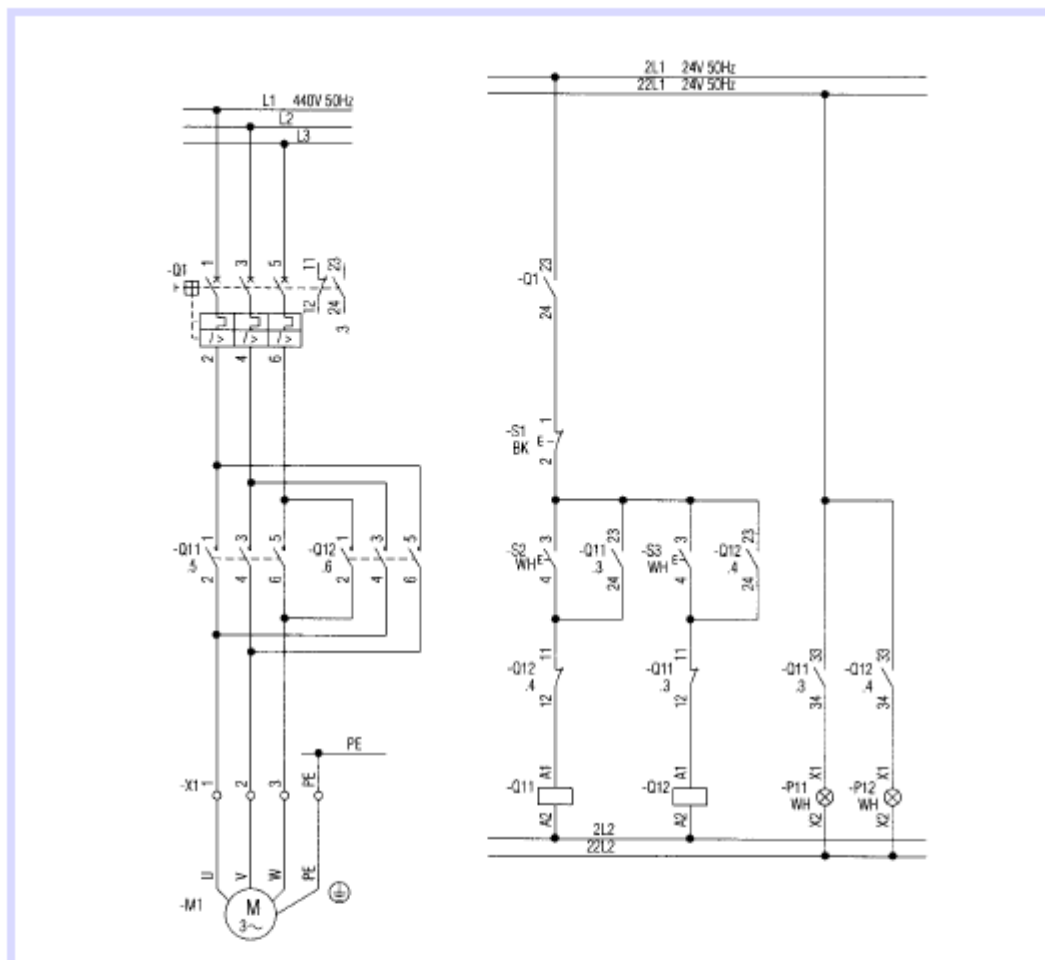

Fig. 3.1/3 Schema di circuito trifilare e funzionale
- *unifilare*: due o più conduttori vengono rappresentati da una sola linea, e i segni grafici forniscono l'indicazione del numero di conduttori presenti in ogni linea e delle loro connessioni (fig. 3.1/1-(a));
- *multifilare*: è la vera rappresentazione completa di un circuito elettrico (fig. 3.1/1-(b)).
- *circuiti di potenza*: circuiti il cui compito è alimentare gli organi di potenza (fig. 3.1/2 (a) e (b));
- *circuiti ausiliari*: circuiti che alimentano bobine di comando (contattori, relé, ecc.) e che servono a provocare manovre e/o segnalazioni (fig. 3.1/3).